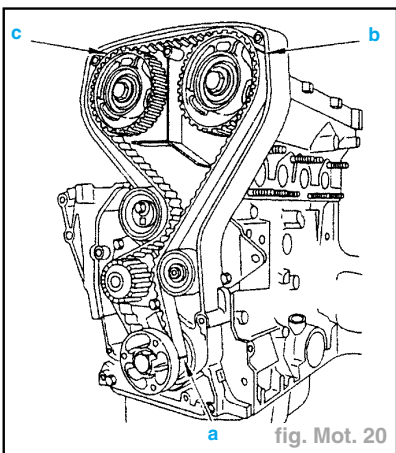

fig. Mot. 20
- La courroie est munie de trois repères "a" "b" et "c" respectivement en regard des dents (1), (52) et (72) de la courroie (fig. Mot. 20).